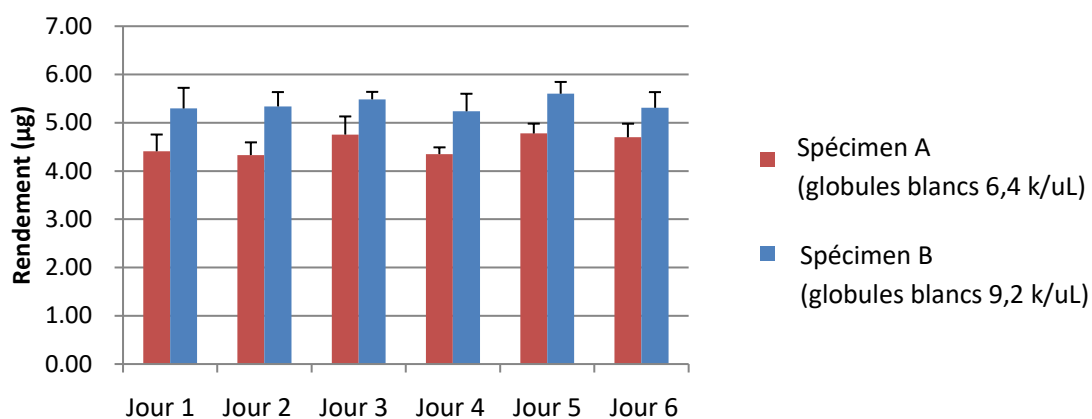

Figure 2. Rendement de l'ADN génomique à partir d'un échantillon de sang complet.
L'ADN génomique a été extrait d'échantillons de sang complet humain EDTA-2Na (échantillon A) ou ACD (échantillon B) à l'aide de MagDEA[®] Dx SV pendant 6 jours au total (6 répétitions par cycle). Les nombres de globules blancs (GB) des échantillons A et B étaient respectivement de 6,4 et 9,2 k/μL. Les concentrations et puretés des extraits ont été mesurées à l'aide du spectromètre ND-1000 (NanoDrop) (Figure 2). Après 6 essais, il n'y avait pas de variations significatives entre les deux échantillons.